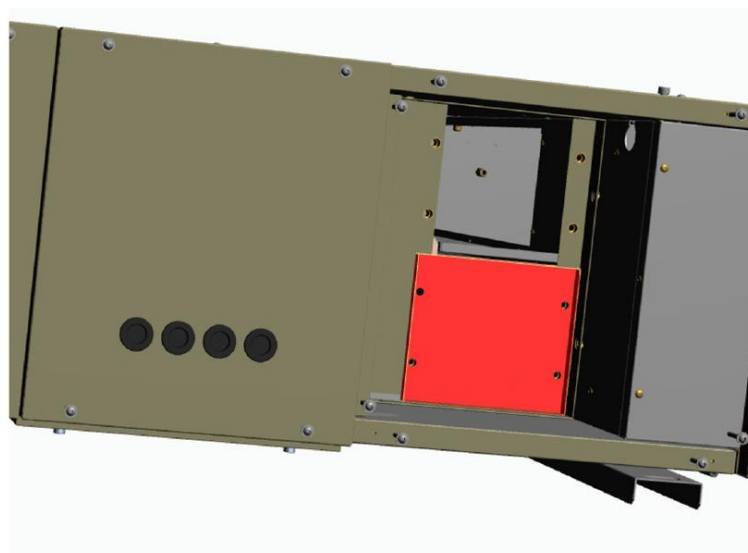

Fig. 14
- Odkręć 4 sztuki 5 mm śrub TCEI i wyjmij wewnętrzne drzwi zaznaczone na rys. 14, który jest już przygotowany do otworów przełotowych kolektorów akumulatora.